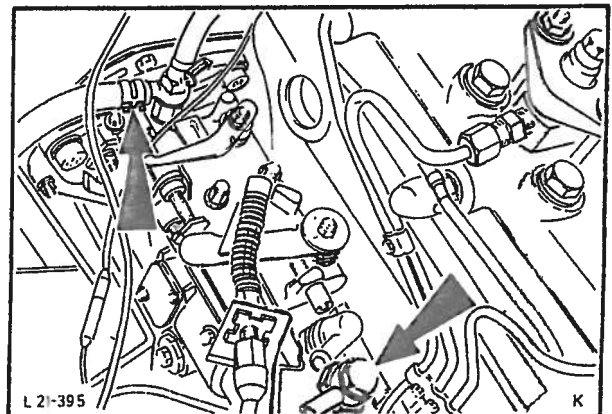

Fig. 15 Demontering av brennstoffrør fra innsprøytningspumpe.
8. Demonter brennstoffrør og returrør fra innsprøytningspumpe, fig. 15.